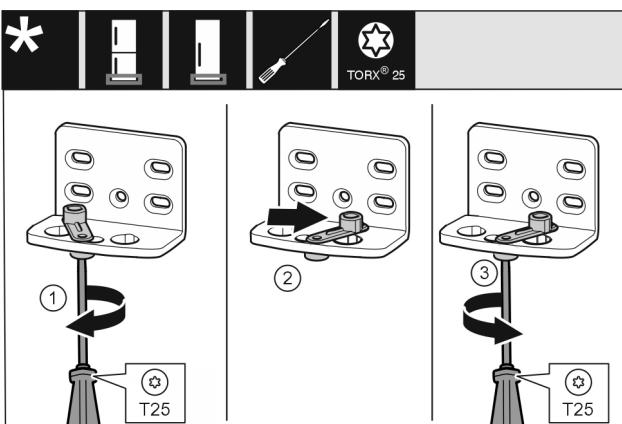

Fig. 12
- Skru løs skruen med skrutrekker T25. Fig. 12 (1)
- Løft dørålshjelpen, og dreid den 90° mot høyre inn i boringen. Fig. 12 (2)
- Stram skruen med skrutrekker T25. Fig. 12 (3)